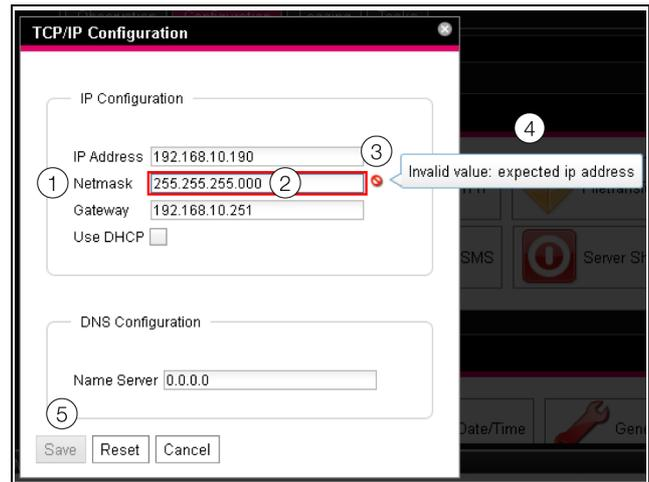

Abb. 108: Anzeige einer fehlerhaften Eingabe
- Hinter dem fehlerhaften Eintrag (Abb. 108, Pos. 2) im Feld **Netmask** (Abb. 108, Pos. 1) erscheint ein rotes „Verbotssymbol“ (Abb. 108, Pos. 3).
- Wenn Sie den Mauszeiger über das Verbotssymbol setzen, erscheint ein Hinweis mit Zusatzinformationen zum Fehler (Abb. 108, Pos. 4).
- Die Schaltfläche **Save** ist deaktiviert (Abb. 108, Pos. 5), so dass die aktuell hinterlegten Werte so nicht abgespeichert werden können.